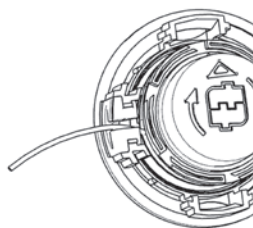

Рис. 23
2. Продеть конец режущей лески через металлические адаптеры, совместить верхнюю крышку с фиксатором катушки и сильно надавить на них, пока не услышите отчетливый звук щелчка (рис. 23 и 24).